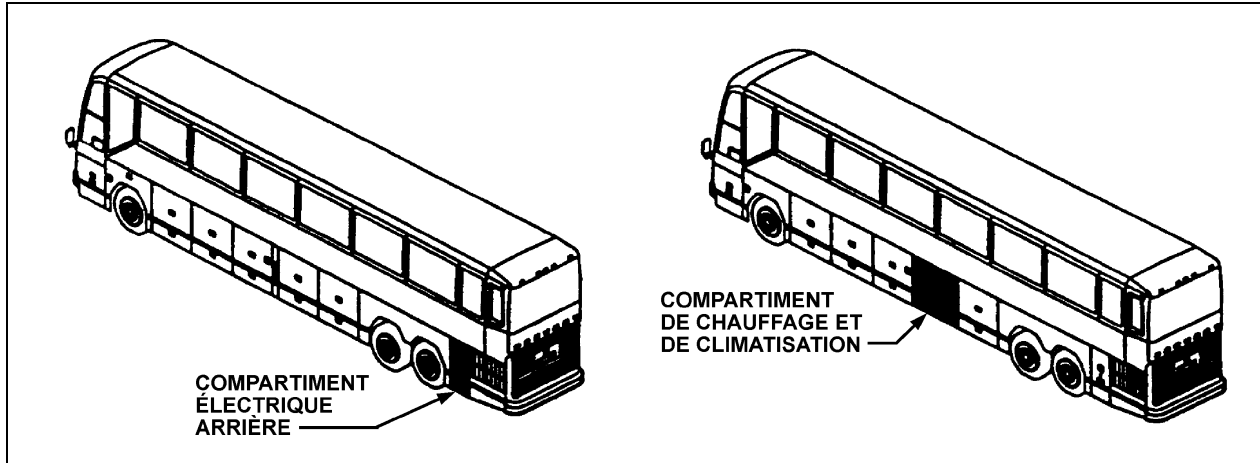

FIGURE 7 : COMPARTIMENT ÉLECTRIQUE ARRIÈRE ET COMPARTIMENT DE CHAUFFAGE ET DE CLIMATISATION
- Ouvrir la porte du compartiment de chauffage et de climatisation et la porte du compartiment électrique arrière (voir fig. 7).
- Ouvrir la porte du compartiment électrique arrière (voir fig. 7).